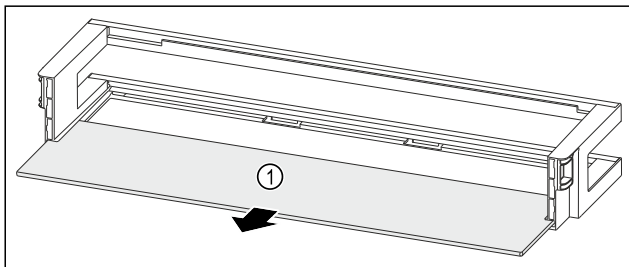

Fig. 50 Vratna polica z odlagalno polico
- ▶ Odstranite polico za odlaganje Fig. 50 (1).